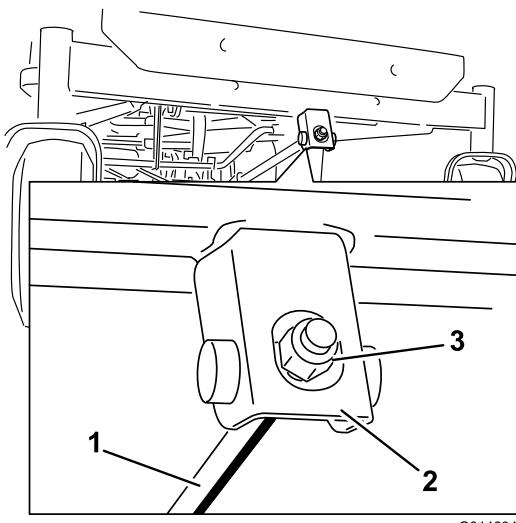

Figura 65
6. Per regolare l'inclinazione longitudinale della lama, ruotate il dado di regolazione nella parte anteriore del tosaerba (Figura 65).